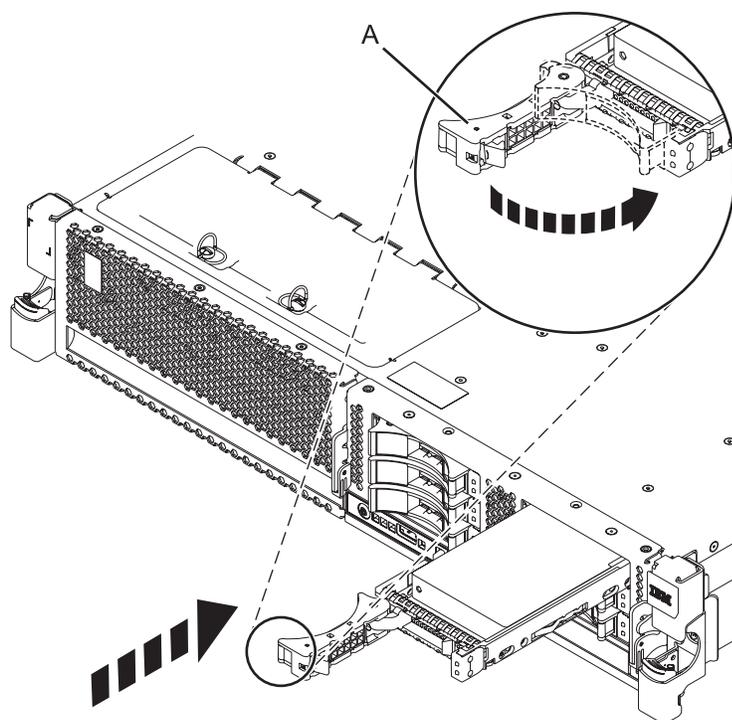

図 21. ディスク・ドライブのシステムへの取り付け
4. ディスク・ドライブまたはソリッド・ステート・ドライブをシステムまたは拡張装置まで完全にスライドさせ、ディスク・ドライブまたはソリッド・ステート・ドライブ・ハンドル (A) がロックされるまで押し込みます。図 21 を参照してください。